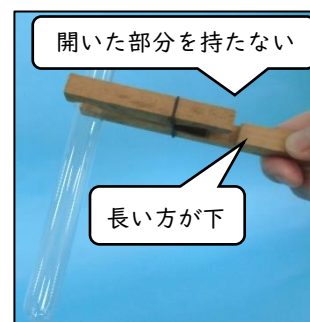

図8 試験管ばさみの使い方
- ① 落下防止のため、試験管ばさみは、はさむ部分の長い方を下に使用します（図8）。
- ② 試験管で液体を加熱する際は、沸騰石を入れ、試験管の上端近くを試験管ばさみではさみます。
- ③ その後、試験管を少し傾け、液体全体が一様に温められるよう軽く振り混ぜながら加熱します。